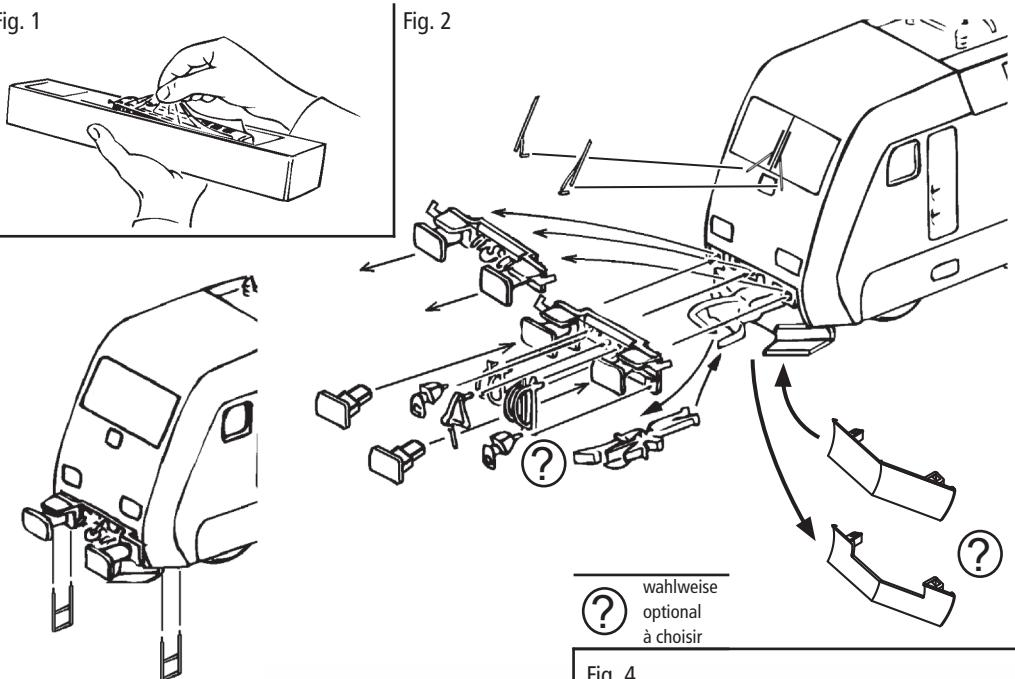

Fig. 3
2. Schmierung: Versehen Sie die im Schmierplan in Fig. 8 gekennzeichneten Stellen mit nur **kleinen Öltropfen**. Dazu zuerst das Lokgehäuse abnehmen (Fig. 3). Wir empfehlen den ROCO **Öler Art.-Nr. 10906**. Fürs Schmieren der Getriebeteile (Zahnräder, Schnecke) empfehlen wir das **ROCO-Spezialfett Art.-Nr. 10905**. Im Falle der Schmierung diese Teile **nicht ölen**.
Mehrzugbetrieb: Zuerst Lokgehäuse abnehmen (Fig. 3). Danach den Brückenstecker aus der Schnittstelle entfernen (diesen sorgsam aufbewahren). Danach den Stecker des Decoders lagerichtig einsetzen (Fig. 7).
2. Lubrication: Apply **tiny oil drops** to spots marked in fig. 8. Prior to lubrication dismantle locomotive (fig. 3). We recommend using item no. **10906, Roco oiler**. For lubrication the gearparts (e.g. cogwheels, worm) we would recommend our Roco **special grease** (item no. **10905**).
2. Graissage: N'appliquez **qu'une tout petite goutte** aux endroits indiqués par le plan de graissage (fig. 8) après avoir démonté la caisse de la locomotive (fig. 3). Nous vous recommandons **le graisseur à huile Roco réf. 10906**. Pour graisser les engrenages (roues dentées, vis sans fin) nous vous conseillons la **graisse spéciale Roco réf. 10905** pour engrenages en matières synthétiques. Lorsque vous utilisez cette graisse il faut éviter d'huiler ces composants.
4. Remplacement des balais du moteur: Démontez la caisse (fig. 3). Démontez ensuite le moteur et échangez le balais (fig. 9).